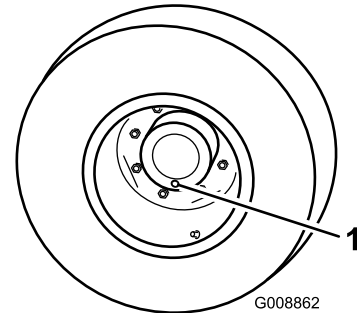

Figure 81
- Avec une roue tournée de sorte qu'un bouchon de contrôle soit à la position la plus basse (6 heures) (Figure 81), garez la machine sur une surface plane et horizontale, serrez le frein de stationnement, abaissez les plateaux de coupe, coupez le moteur et enlevez la clé.